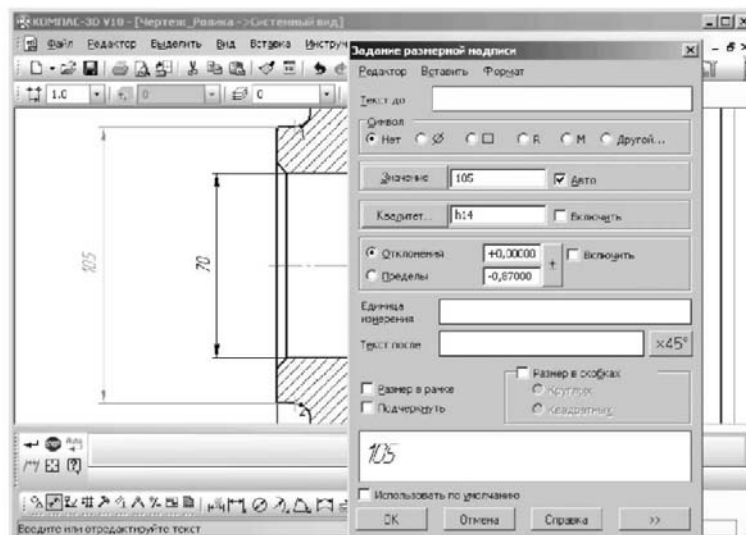

Рисунок 4.17 Результат проставляння розміру фаски у вікні креслення
- перемістіть курсор нагору до місця установки розмірної лінії фаски тЗ й клацніть мишею для фіксації її місця розташування. Цей стан показаний на рис. 4.17.